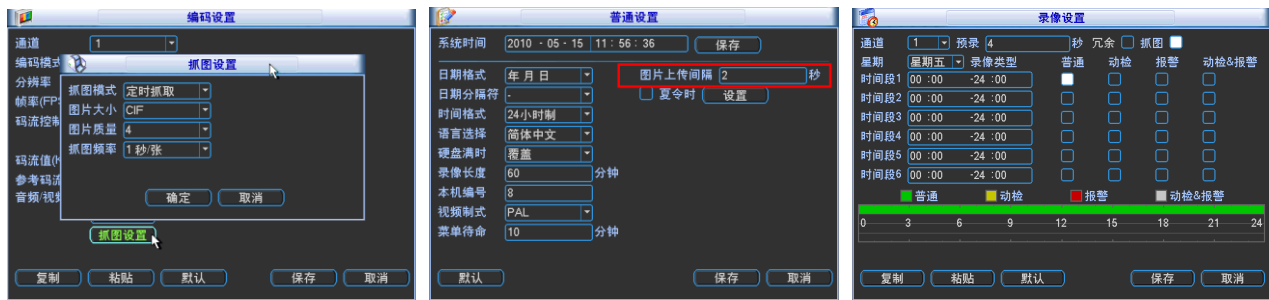

图3-1-8
- 1.在【系统设置】>【编码设置】>【抓图设置】中，设置各通道定时抓图的参数，包括【图片大小】、【图片质量】和【抓图频率】（见图 3-1-8 第一幅）。
- 2.在【系统设置】>【普通设置】中，设置【图片上传间隔】（见图 3-1-8 第二幅）。
- 3.在【系统设置】>【录像设置】中，选中相应通道的【抓图】使能（见图 3-1-8 第三幅）。